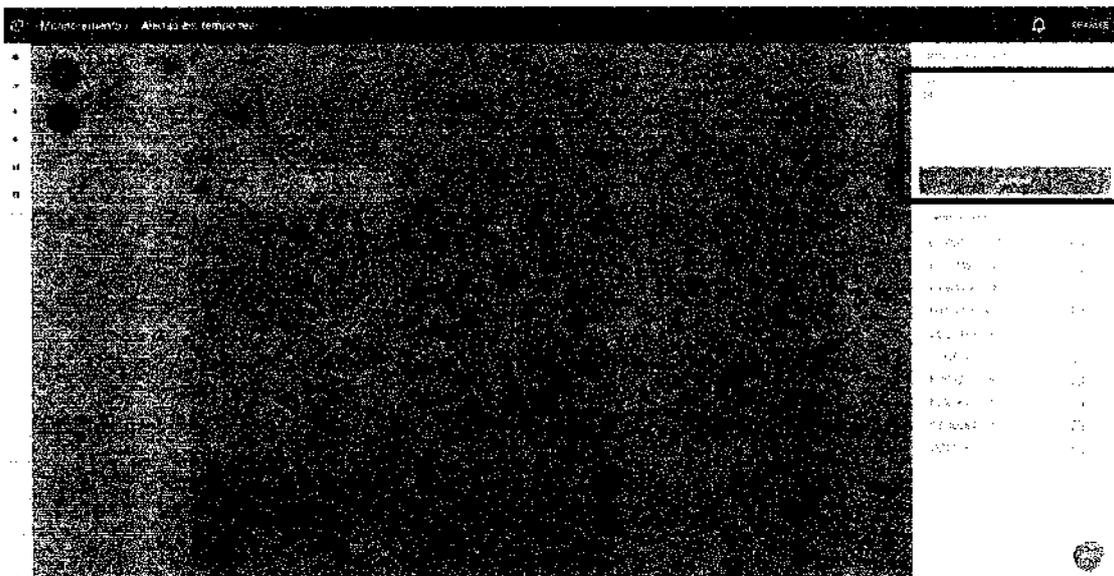
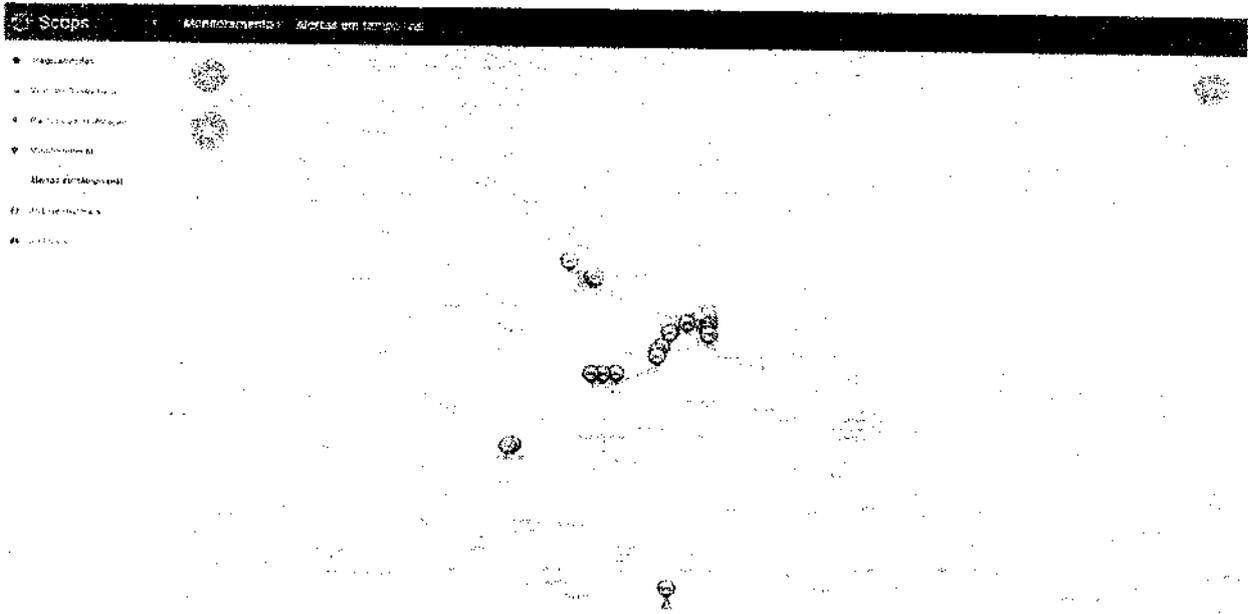

Figura 23 – Consulta de alertas
Figura 24 – Visualização dos alertas selecionados
5. Consulta de alertas de veículos utilizando filtro de: Irregularidades e período de tempo (*Figura 23*). Através do filtro o usuário também poderá monitorar alertas de irregularidades específicas.
Os alertas que atendem ao critério da busca são listados conforme a *Figura 23* evidencializa. Para visualizá-los, basta selecionar o checkbox ao lado da placa. Após esta seleção o mapa apresentará os alertas selecionados, conforme mostra a *Figura 24*.